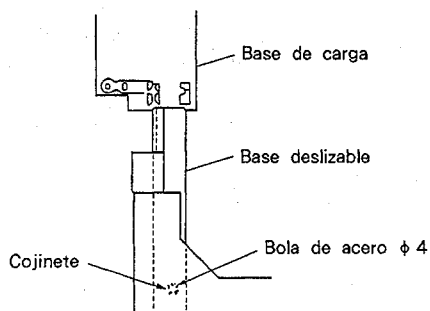
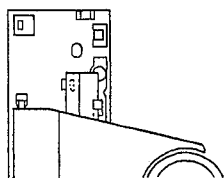

Fig. 7-9
Fig. 7-10
<p>Una vez finalizado el ajuste de retícula, vuelva a montar la bandeja del disco de acuerdo con el procedimiento siguiente.</p> <ol style="list-style-type: none"> 1. Extraiga el disco y el separador. 2. Levantando el sujetador de abrazadera (marcado con ⑤ en la Fig. 7-4) con la mano izquierda, sujete la bandeja con la mano izquierda como se indica en ③ y deslice la base deslizable en los acopladores de resina rígida de la base de carga como se muestra en la Fig. 7-9 para reinsertar la bandeja del disco. <p>En este momento, asegúrese de sujetar la bola de acero en su lugar con el dedo índice de la mano izquierda. Además, tenga cuidado para no dañar el panel frontal con la base deslizable y el cojinete de boals de acero (de la base deslizable).</p> <ol style="list-style-type: none"> 3. Inserte la base deslizable de forma que encaje en los dos acopladores de resina rígida de la parte posterior de la base de carga (consulte la Fig. 7-10). 4. Inserte completamente la bandeja del disco.